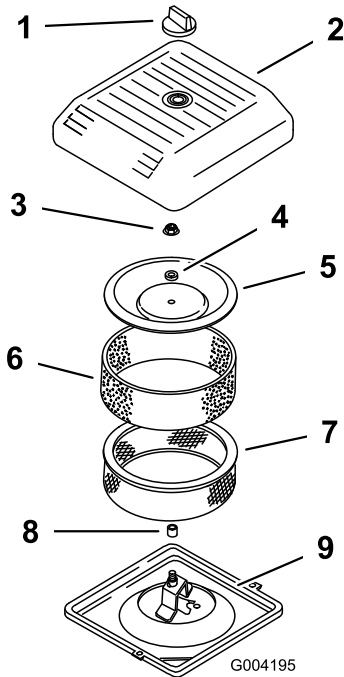

图 144
3. 拧下旋钮并取下空气滤清器盖 图 144。
4. 小心将泡沫预滤器滑出纸质滤芯 图 144。
5. 拧下护罩螺母并取下护罩、隔片和纸质过滤器 图 144。